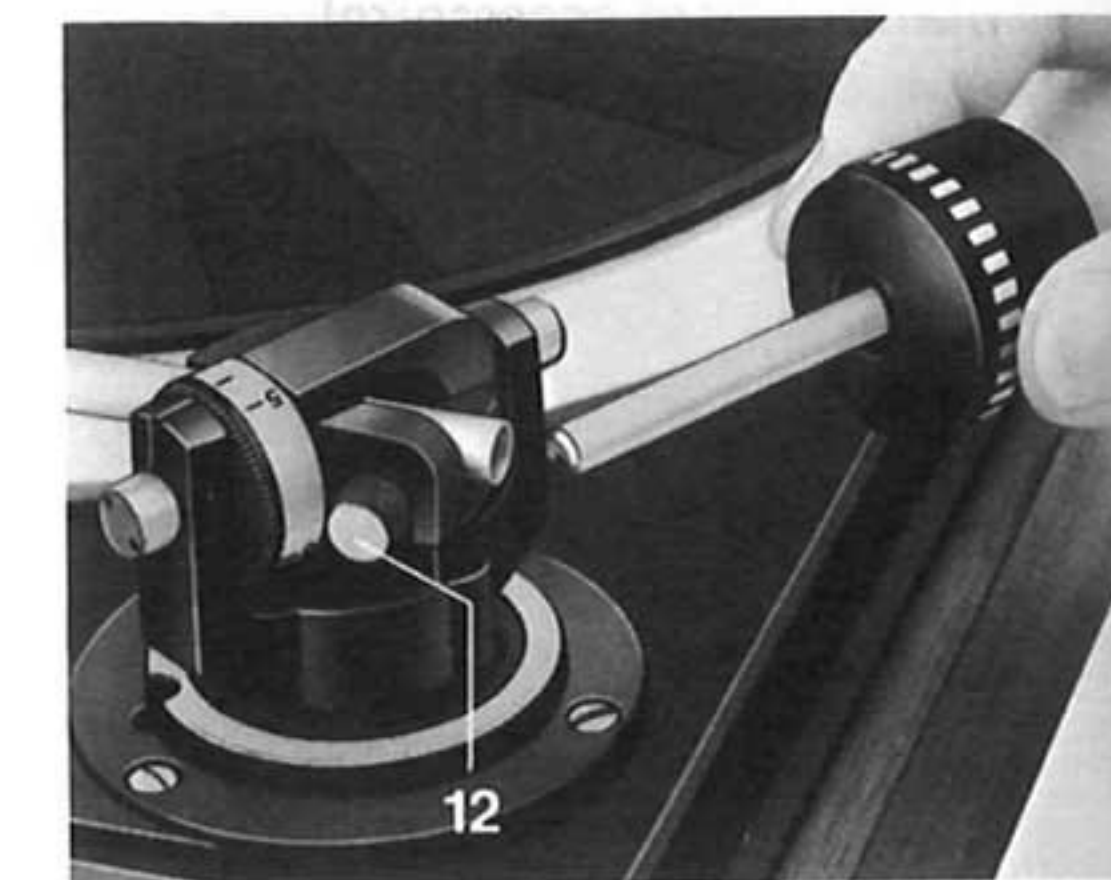

Fig. 3
Nehmen Sie bitte das Tonarm-Balancegewicht aus dem Styroporeinsatz und stecken Sie den Dorn des Balancegewichtes, nach Lösen der Feststellschraube (12) in die dafür vorgesehene Öffnung am hinteren Ende des Tonarmes. Die dreieckige Aussparung am Dorn muß dabei nach unten zeigen (Fig. 3).
Retirez le contrepoids du bras de l'emballage de styropor, et introduisez la tige du contrepoids, après avoir desserré la vis de blocage (12), dans l'ouverture prévue à cet effet à l'extrémité arrière du bras de lecture. L'encoche triangulaire de la tige doit alors être tournée vers le bas (Fig. 3).
Take the tonearm counterbalance out of its Styrofoam insert. Loosen the set screw (12) at the rear of the tonearm, then insert the shaft of the counter balance in the opening provided for this purpose. The triangular shaped notch of the shaft must point in downward direction (Fig. 3). Pages 18 and 20 explain how to balance the tonearm and then apply stylus pressure and anti-skating.
Steek de doorn van het gewicht, na losmaken van de borgingsschroef (12) achter de naalddrukinstelling-, achter in de toonarm. De uitsparing in de doorn moet aan de onderzijde zitten (Fig. 3).
Togliete ora il contrappeso dall'involucro di plastica ed infilate lo spinotto nel foro posteriore del braccio (dopo avere allentato la vite d'arresto). La scanalatura triangolare deve essere rivolta verso il basso (Fig. 3).